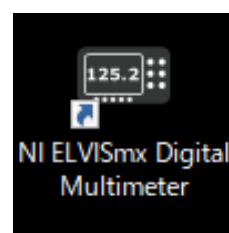

図2 DMM アイコン
3. デスクトップにある Digital Multimeter アイコン（図2）から DMM を起動する．